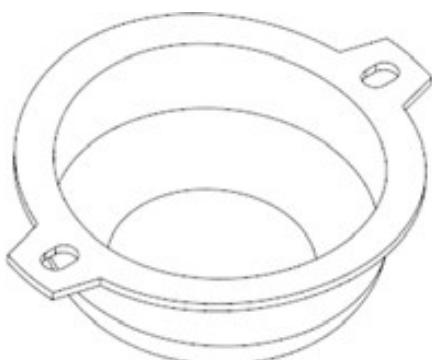

图4-18 创建小孔特征
Step 45 单击“倒圆角”按钮 圆角 ，先选择方孔的第一个拐角的边线，再按住Ctrl键，然后选择第二个拐角的边线，在“倒圆角”操控板中单击“集”按钮，再单击“完全倒圆角”按钮，对刚才的方孔倒全圆角，如图4-18所示。
Step 46 在模型树上选择刚才创建的方形孔特征和两个全圆角特征，再单击“镜像”按钮 镜像 ，选择FRONT基准平面为镜像平面，创建镜像特征，如图4-18所示。